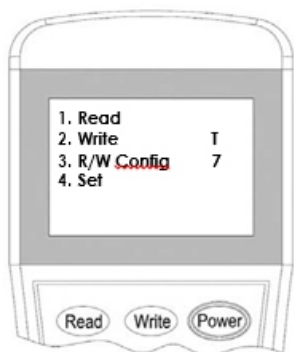

Figura 10
2. Ligue o programador e pressione o botão “3” para entrar no modo de configuração (Figura 10).